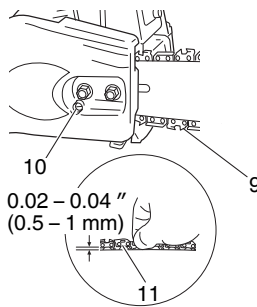

Fig. 5
7. Levante el extremo de la barra y apriete la cadena (9) girando el perno de ajuste de tensión (10) en el sentido horario. Para comprobar la tensión correcta, levante ligeramente el centro de la cadena, debiendo existir un juego de alrededor de 0.02 – 0.04 " (0.5 a 1.0 mm) entre la barra y el borde del eslabón impulsor (11). (Fig. 5, 6)